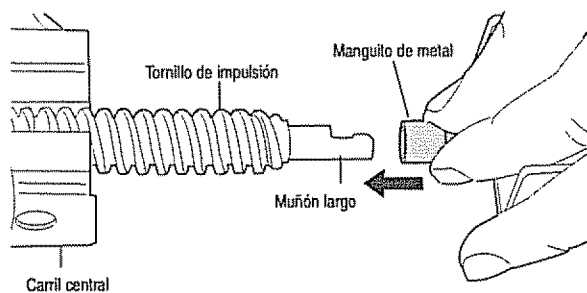

Figura 5
- Deslice el carril central de modo que los agujeros del carril central y del tirante del carril estén alineados (Figura 5). Fije con pernos.